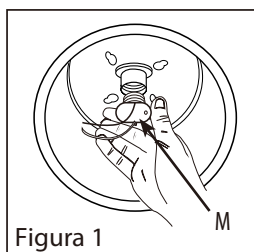

Figura 1
2. Enrosque la espiral del portalámparas (M) en el portalámparas de la caja empotrada (Figura 1).